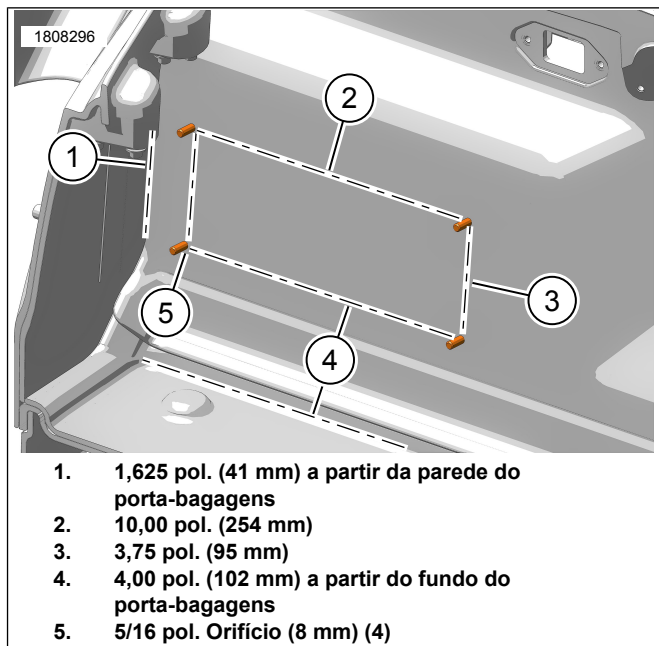

Figura 4. Dimensões do orifício de montagem do amplificador
3. Figura 4 Perfure a carroçaria da trike.